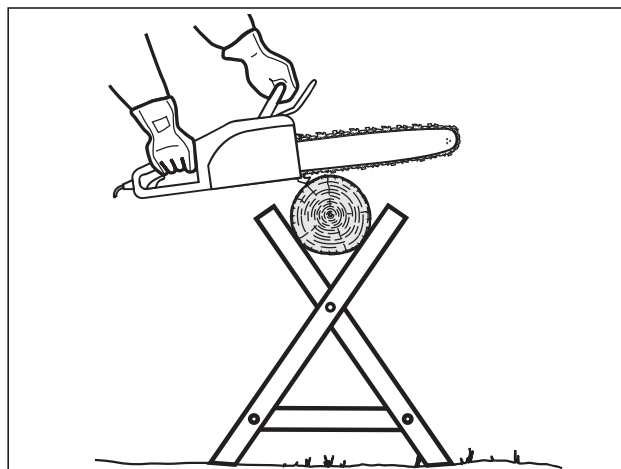

Fig. 29
5. Apoye los troncos pequeños sobre un soporte de aserrado o sobre otro tronco durante el tronzo (Fig. 29).